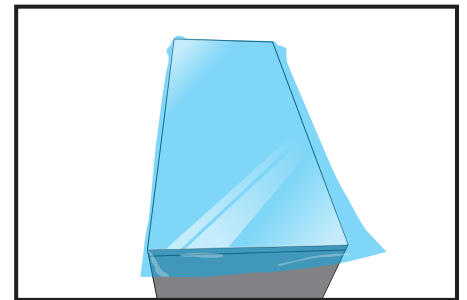

Figure 03
- › Une fois la pose sur le plateau horizontal terminée (FIG. 03), nous allons réaliser les coupes permettant la pose sur les tranches du plateau.